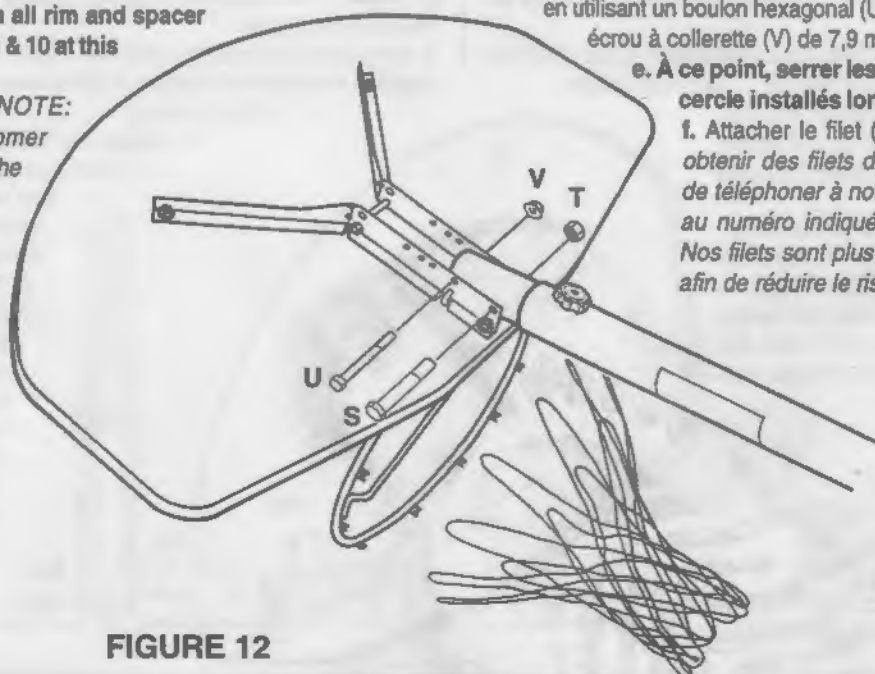

FIGURE 12
- Secure Top Pole Section (A) to Brackets (LB & RB) using one 1/2" x 3 1/4" Hex Bolt (S) and one 1/2" Centerlock Nut (T) through the bottom hole (Figure 12). Do not overtighten nuts.
- Repeat for top hole using one 5/16" x 3 1/4" Hex Bolt (U) and one 5/16" Flange Nut (V).
- Attach Net (G). **NOTE:** Please call our customer service department at the number on page one to obtain replacement nets. Our nets are shorter than average to reduce the risk of entanglement.
- Placer la section supérieure de poteau (A) dans les supports du panneau (LB & RB) comme illustré à la figure 12. La section de poteau supérieure (A) est bien serrée dans les supports du panneau, il sera donc peut-être nécessaire de l'insérer avec un mouvement de rotation pour l'installer.
- Orienter la section de poteau de manière à aligner les trous (Figure 12).
- Fixer la section de poteau supérieure (A) aux supports de panneau (LB & RB) avec un boulon hexagonal de 12,7 x 82,5 mm (S) et un écrou de blocage (T) de 12,7 mm dans le trou inférieur du haut de la section de poteau (Figure 12). Ne serrez pas trop les écrous.
- Répéter l'opération pour les trous supérieurs du haut de la section en utilisant un boulon hexagonal (U) de 7,9 x 82,5 mm et un écrou à collerette (V) de 7,9 mm.
- Attacher le filet (G). **REMARQUE:** Pour obtenir des filets de remplacement, prière de téléphoner à notre service à la clientèle au numéro indiqué sur la première page. Nos filets sont plus courts que la moyenne afin de réduire le risque d'emmêlement.